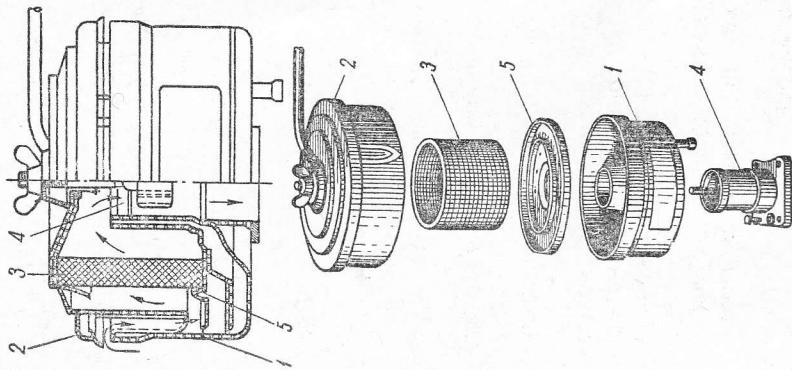

Рис. 64. Воздухоочиститель:
5. **Воздухоочиститель** (рис. 64) служит для очистки воздуха от пыли. Пыль в своем составе содержит до 75% мельчайших кристаллов кварца, окиси алюминия и других твердых частиц, которые вызывают усиленный износ деталей двигателя (цилиндров, поршней, колец, пальцев и подшипников). При работе двигателя без воздухоочистителя его износ увеличивается примерно в пять раз. На современных автомобилях применяют так называемые инерционно-масляные воздухоочистительные фильтры.